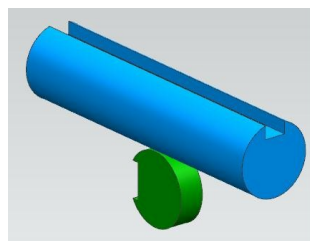

Рис.95
- Таким же образом вы можете построить и червячную передачу (рис.95, 96).